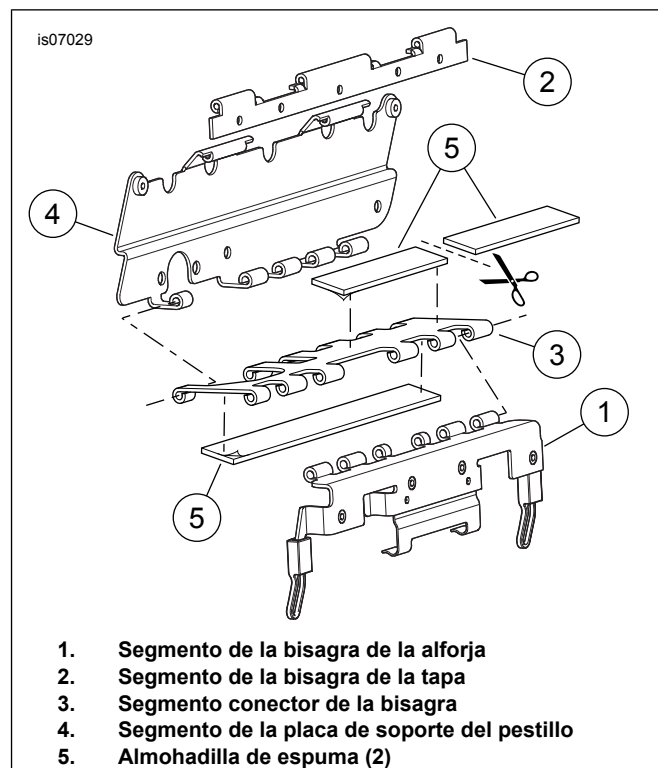

Figura 7. Instalación de las almohadillas de espuma en la bisagra del pestillo de la alforja (se muestra el lado izquierdo)
Vea Figura 7. Para mayor claridad, se muestra la bisagra del pestillo de la alforja sin los pasadores.
15. Obtenga dos almohadillas de espuma (Figura 12, artículo 24) del kit. Corte un pedazo a la mitad, como se muestra en Figura 7. Quite el forro del respaldo adhesivo de la almohadilla **sin cortar** y sujétela al lado plano del segmento conector de la bisagra del pestillo. Quite el forro del respaldo adhesivo de una almohadilla cortada y fjela al lado de la bisagra del segmento conector del pestillo, como se muestra.